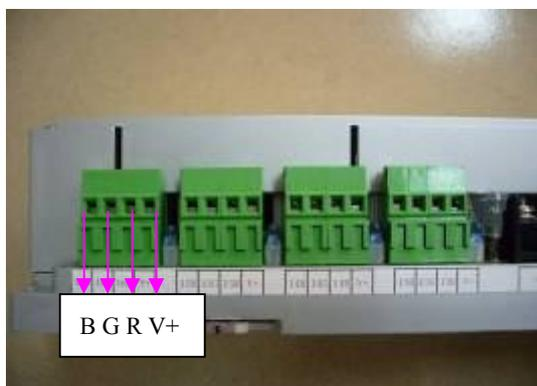

图 2
- 1、首先将 LED 光源接入快速端子内（分别接入 R、G、B、V+ 对应的接线柱内），控制器共有 16 像素，从第 1 像素依次接到 16 像素（外壳上贴有具体的像素点顺序的标识）。见（图 2）